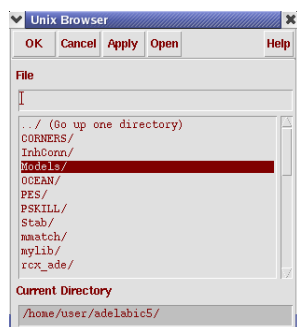

图 4.7 Unix Browser 窗口
- ① 在 ADE 窗口中，选择 Setup→Model Libraries，弹出 Model Libraries Setup 窗口。
- ② 在 Model Libraries Setup 窗口中，点击右下角的 Browse 按钮，弹出 Unix Browser 窗口如图 4.7 所示，选择列表中的 Models/ library，点击 open 按钮，再选择 myModels.scs 文件，myModels.scs 出现在 File 栏目中，然后点击 Apply，最后点击 OK。
- ③ 在 Model Libraries Setup 窗口中，仔细检查下方显示路径为：